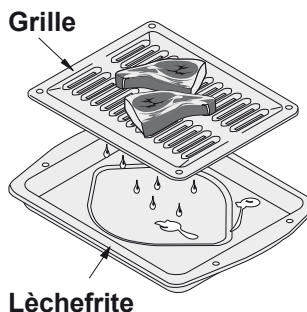

Figure 1
- Utilisez toujours la lèchefrite et son couvercle. La lèchefrite et son couvercle permettent à la graisse de s'égoutter au fond de la lèchefrite, à l'abri de la chaleur intense du grill (Figure 1).